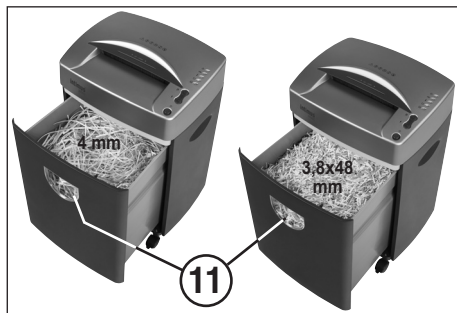

Fig. 3
INDICATORE DI LIVELLO DEL CONTENITORE DI RACCOLTA (Fig. 3):
Se il materiale da trinciare risulta visibile nella finestra di controllo dell'indicatore di livello (11) (Fig. 3), il contenitore di raccolta deve essere svuotato.
SVUOTAMENTO DEL CONTENITORE DI SCARICO (Fig. 3):